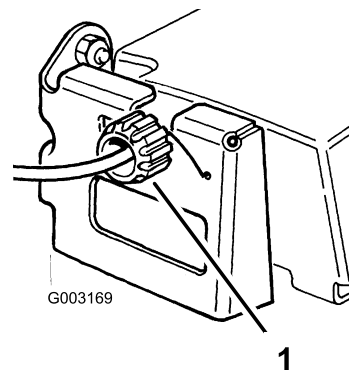

Figure 30
2. Tournez le bouton de commande de 1/2 tour dans le sens horaire si la tondeuse n'avance pas automatiquement. Si la tondeuse a tendance à avancer, tournez le bouton de 1/2 tour dans le sens anti-horaire pour détendre la courroie (Figure 30).